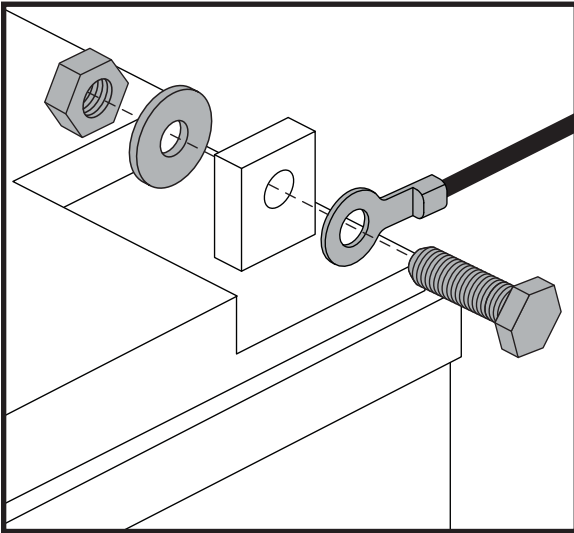

Abb. 12. Befestigungselemente für den Batterieanschluss
4. Trennen Sie die Batterienkabel von den Batterieanschlüssen, indem Sie die Anschlusskaepchen zurückschieben und die Mutter abschrauben. **Siehe Abb. 12.**